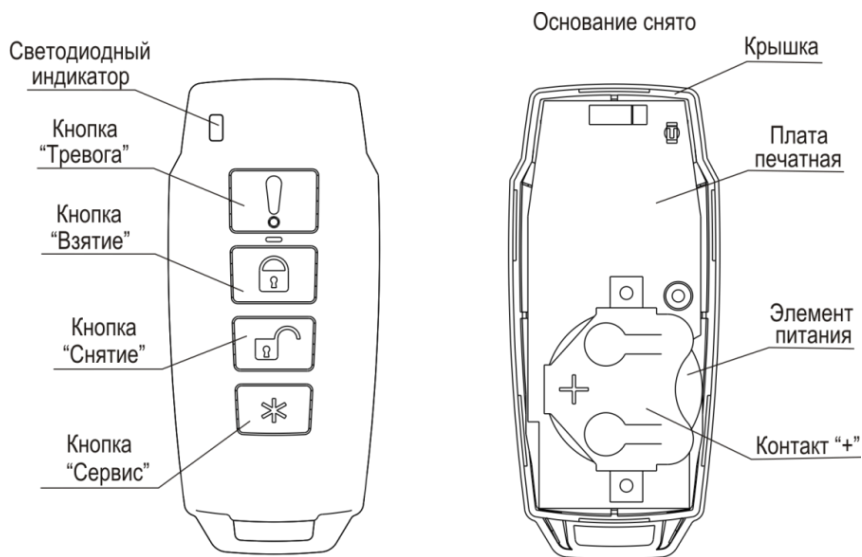

Рисунок 5.12
5.4.4.1 Извещатель выполнен в виде брелока, состоящего из крышки (лицевая сторона) и основания (рисунок 5.12). ЭП из комплекта поставки установлен.